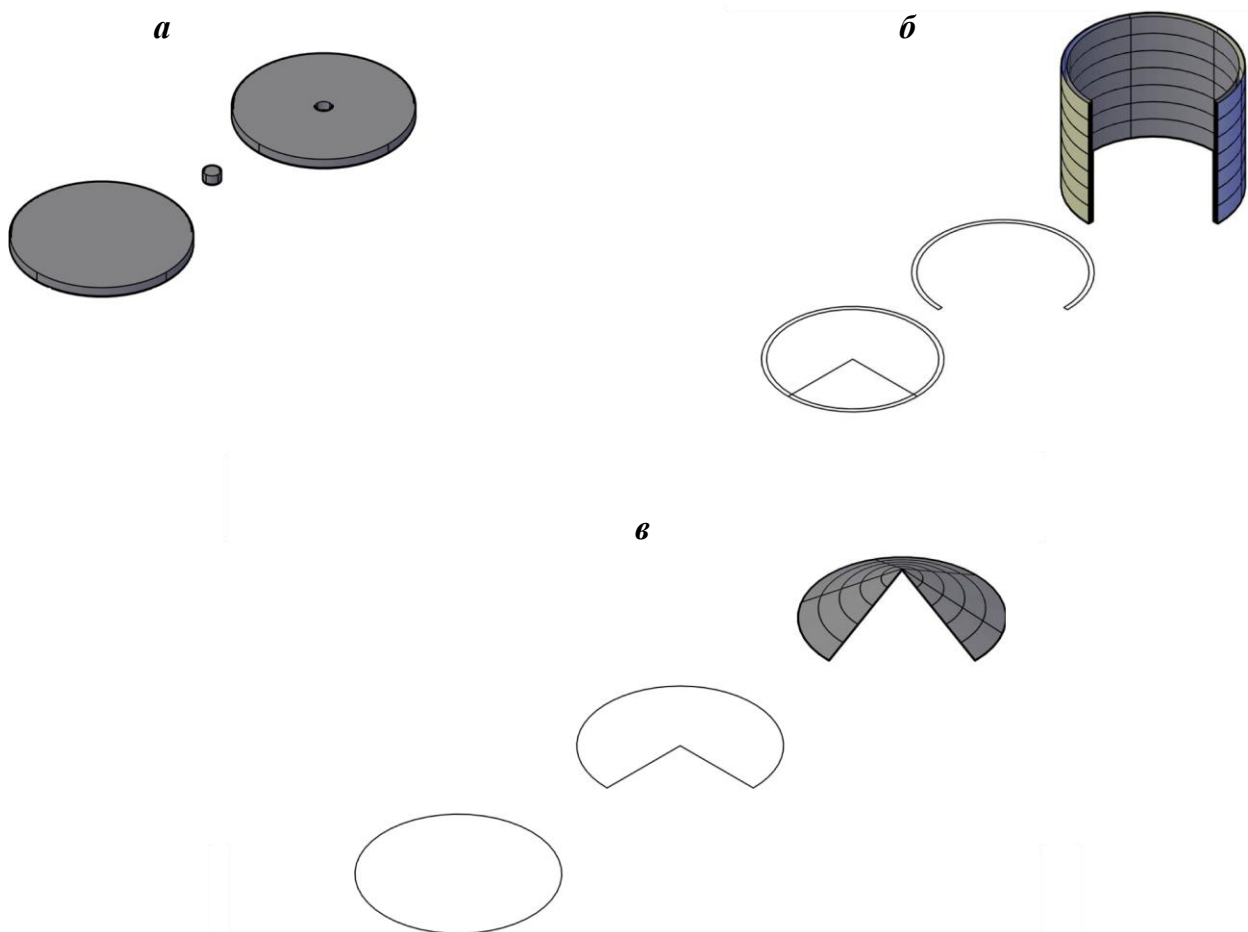

Рис. 2.28. Построение плиты (а), корпуса (б) и кровли (в) башни
3. Плита. Определите диаметр плиты D_n как увеличенный на 1 м диаметр D_6 бака. Округлите его до целого в большую сторону. Толщина плиты – 0,3 м (в масштабе – 30 мм). Инструментом *цилиндр* и командой *вычитание* создайте цилиндрическую плиту-основание бака с круглым вырезом 0,5 м в центре – рис. 2.28 а.
5. Корпус с вырезом 90° . Нарисуйте две окружности, наружную – диаметром D_n и внутреннюю – на $0,3$ м меньше. Нарисуйте два отрезка от центра к квадрантам и сделайте вырез – см. рис. 2.28, б. Затем инструментом *выдавить* на высоту H_6 преобразуйте заготовку в цилиндрический корпус с вырезом.
6. Кровля с вырезом 90° . Нарисуйте окружность диаметром, на 1 м больше диаметра плиты D_n , сделайте в ней вырез, затем инструментом *выдавить* (с опциями угол сужения: 60° и высота: 1000 мм) получите коническую модель кровли с вырезом – рис. 2.28 в.